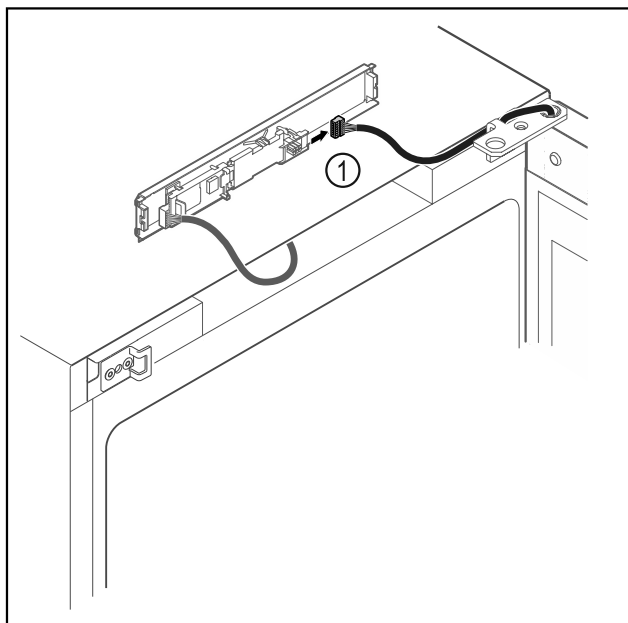

Fig. 14
- Stekker Fig. 14 (1) van printplaat loskoppelen.